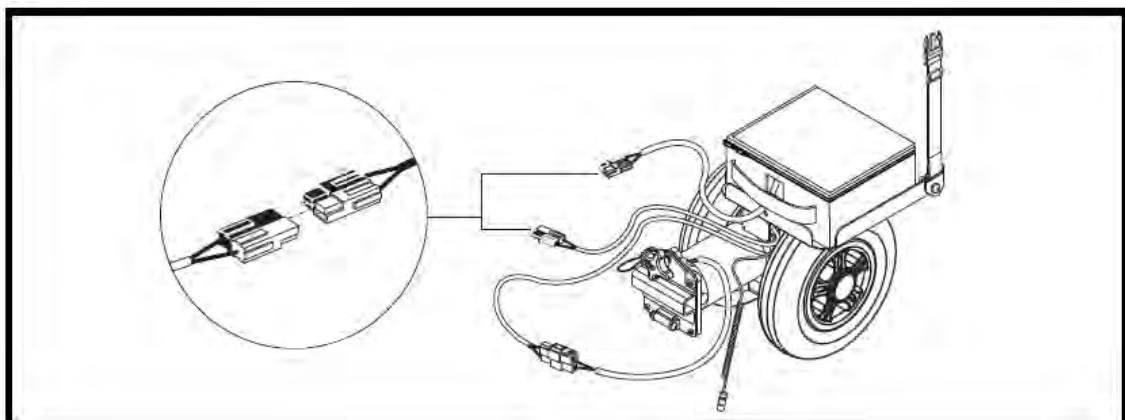

Figura 5. Instalación de la batería.
10. Coloque la batería en su sitio. Véase la Figura 5.
11. Conecte el conector de la batería al conector del módulo de control. Véase la Figura 5.
Véase la Figura 5.